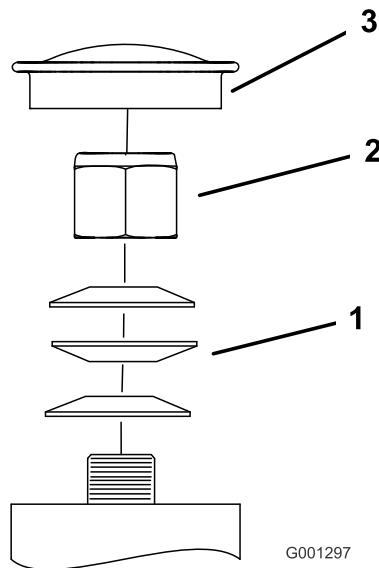

Figura 63
3. Retire el tapón guardapolvo de la rueda giratoria y apriete la contratuerca (Figura 63).
4. Apriete la contratuerca hasta que las arandelas de muelle estén planas, luego afloje $\frac{1}{4}$ de vuelta para establecer la pre-carga correcta de los cojinetes (Figura 63).
- Importante: Asegúrese de que las arandelas de muelle están correctamente instaladas, según se muestra en Figura 63.**
5. Coloque el tapón anti-polvo (Figura 63).